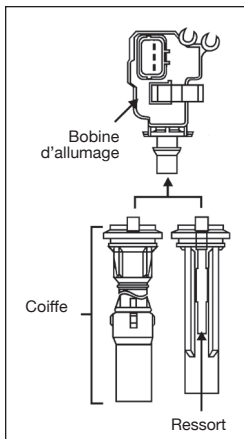

Fig. 1
3. Fixer la nouvelle coiffe isolante sur la bobine d'allumage en la pressant jusqu'à ce qu'elle soit bien assemblée avec la bobine d'allumage. (Voir Fig. 1)